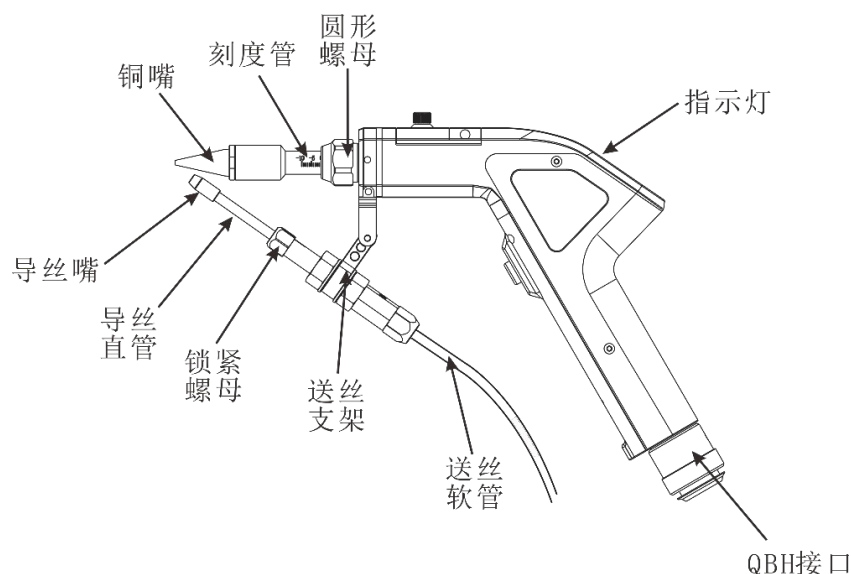

图2-1 焊枪安装示意图
5. 将导丝嘴与导丝直管紧固，再将锁紧螺母与导丝直管串起放入出丝嘴端，使用扳手拧紧螺母，直至导丝直管不晃动，如图 2-1 所示。